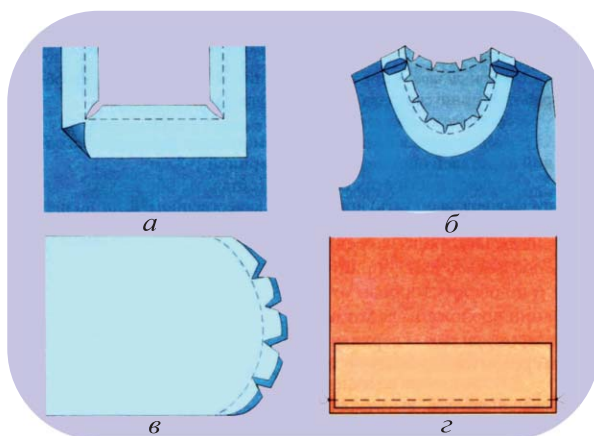

Рис. 10. Рассекание припусков шва:
2. Рассечь близко к строчке припуск шва на внутренних углах (рис. 10, а).
3. Рассечь несколько раз с одинаковыми интервалами близко к строчке припуск шва по вогнутому внутреннему контуру (рис. 10, б).
4. Выполнить ножницами насечки треугольной формы по внешнему контуру (рис. 10, в).
Для притачивания необходима точная, ровная строчка строго по намеченной линии шва. В начале и в конце строчки выполнить машинные закрепки (3–4 стежка в обратном направлении) или завязать узелки (рис. 10, г).